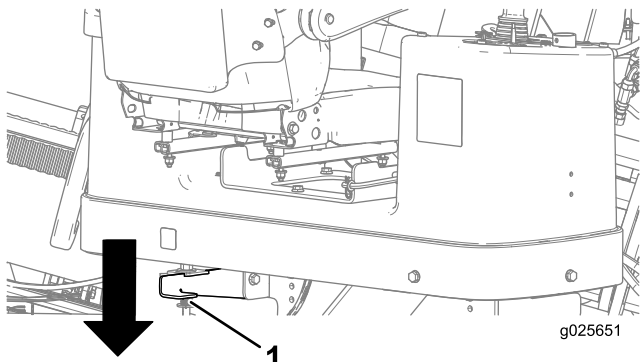

Figure 39
5. Appuyez sur le verrou arrière qui maintient la plate-forme de l'opérateur et écartez celle-ci à la position voulue, en veillant à la verrouiller en place (Figure 39).